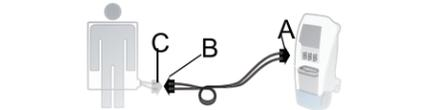

Figura 12 –
- Ligue a mangueira (A) à porta de ligação da mangueira do controlador (Figura 12).